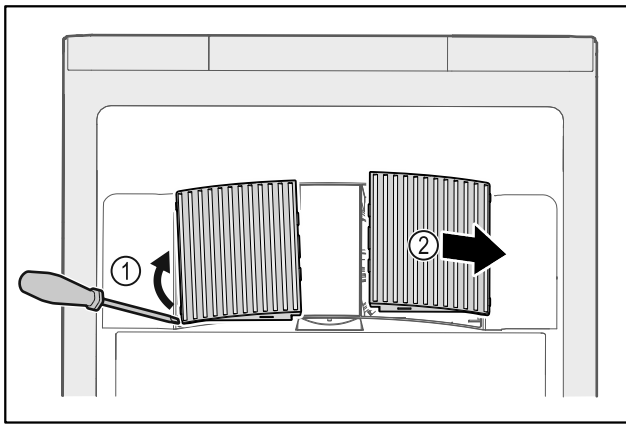

Fig. 172
- ▶ Extraire par un mouvement de levier les caches latéraux Fig. 172 (1) vers l'avant Fig. 172 (2).